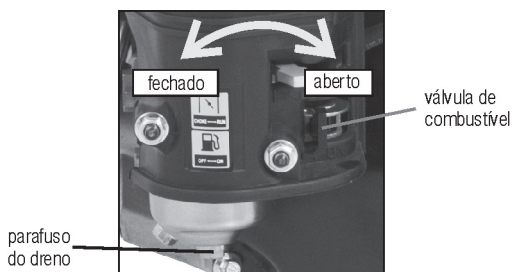

Fig. 14 – Parafuso do dreno
- 2 – Posicione a válvula de combustível para posição OFF (fechada) (fig. 14);
- 4 – Com auxílio de uma chave remova o parafuso do dreno (fig. 14);
- 5 – Posicione a válvula de combustível para posição ON (aberta) (fig. 14) e drene todo o combustível para evitar a formação de resíduos no sistema de combustível;